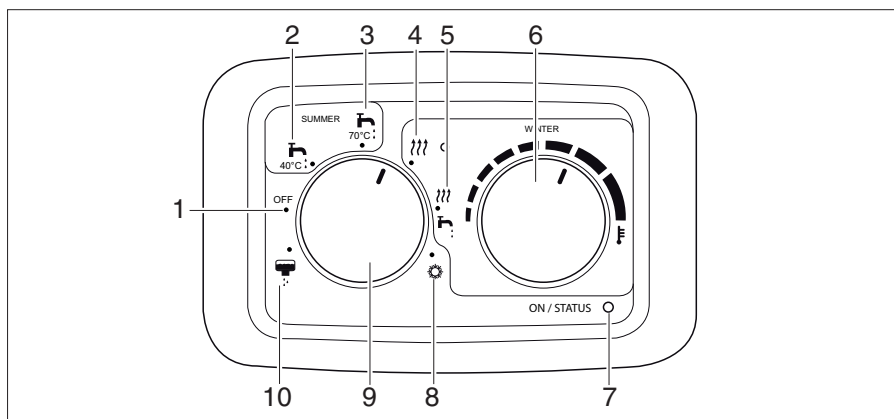

Fig. 215 Panneau de contrôle du chauffage diesel Webasto
L'appareil de chauffage est utilisé pour la mise à disposition d'eau chaude sanitaire. L'eau est échauffée et maintenue à une température de 40°C ou 70°C. Le ventilateur d'air chaud de chauffage de l'espace intérieur n'est pas activé. Si la température de l'eau tombe en dessous d'une valeur déterminée, la combustion redémarre. L'affichage (Fig. 215,7) sur l'élément de commande est allumé en vert tant que l'appareil est enclenché.
- Régler le sélecteur de mode (Fig. 215,9) sur régime été, température de l'eau 40 °C (Fig. 215,2) ou 70 °C (Fig. 215,3).
L'affichage de puissance (Fig. 215,7) s'allume en vert et l'affichage du sélecteur de mode (Fig. 215,9) s'allume en rouge.
- Mettre le sélecteur de mode (Fig. 215,9) sur "Off" (Fig. 215,1).
- Régler le sélecteur de température intérieure (Fig. 215,6) sur le réglage de thermostat désiré pour la température intérieure.
- Régler le sélecteur de mode (Fig. 215,9) sur régime hiver, chauffage sans production d'eau chaude sanitaire (Fig. 215,4).
L'affichage de puissance (Fig. 215,7) s'allume en vert et les affichages du sélecteur de mode (Fig. 215,9) et du sélecteur de température intérieure s'allument en rouge.
- Régler le sélecteur de mode (Fig. 215,9) sur régime hiver, chauffage avec production d'eau chaude sanitaire (Fig. 215,4).
Si le chauffe-eau ne contient pas d'eau et qu'on sélectionne régime hiver, chauffage avec production d'eau chaude sanitaire, un avertissement est affiché sur l'élément de commande. La DEL verte à côté de régime hiver, chauffage avec production d'eau chaude sanitaire (Fig. 215,4), commence à clignoter.